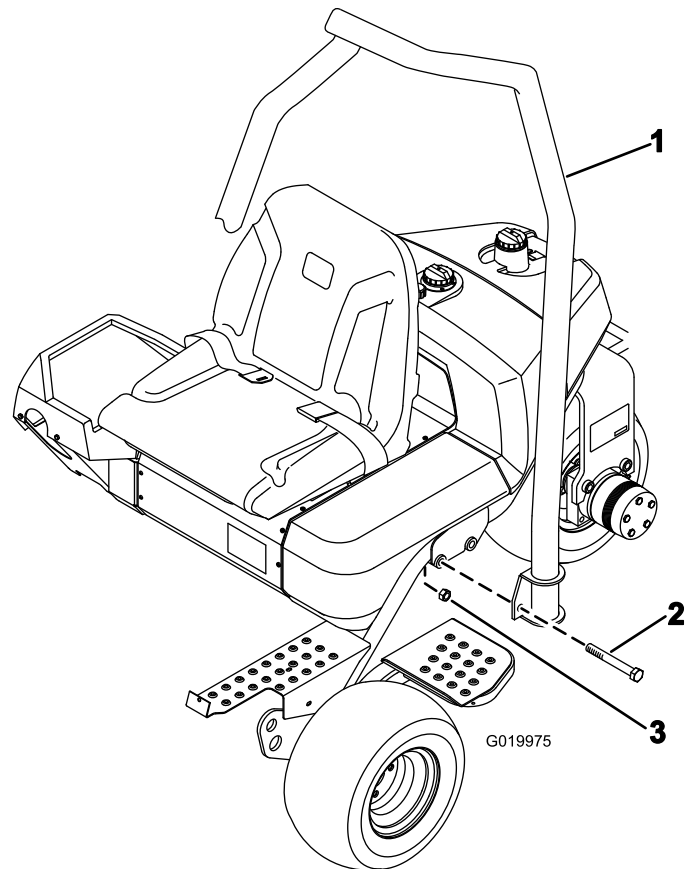

Figure 7
- Positionnez l'arceau de sécurité de sorte que la partie courbe en haut du tube soit dirigée vers l'avant de la machine (Figure 7).
- Abaissez l'arceau de sécurité sur le cadre en l'alignant sur les trous de fixation (Figure 7).
- Fixez chaque côté de l'arceau de sécurité au cadre avec 2 boulons ($\frac{5}{8}$ " x $4\frac{1}{2}$ ") et contre-écrous, comme montré à la Figure 7.